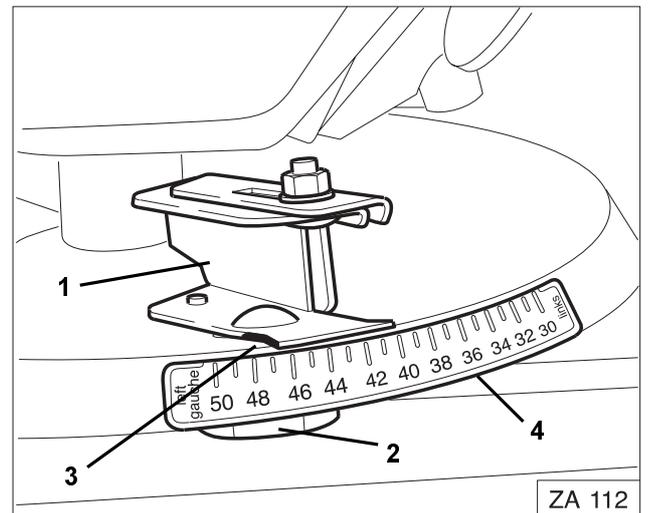

Fig. 35
- Die eingestellte Grenzstreuschaufel (Fig. 35/1) mittels Flügelmutter (Fig. 35/2) auf der Streuscheibe montieren.
- Die Ablesekante (Fig. 35/3) auf den Zahlenwert "50" (Grenzstreuen) bzw. "50" (Randstreuen) (gilt nur für das aufgeführte Beispiel) an der Skala (Fig. 35/4) einstellen und die Flügelmutter (Fig. 35/2) wieder fest anziehen.